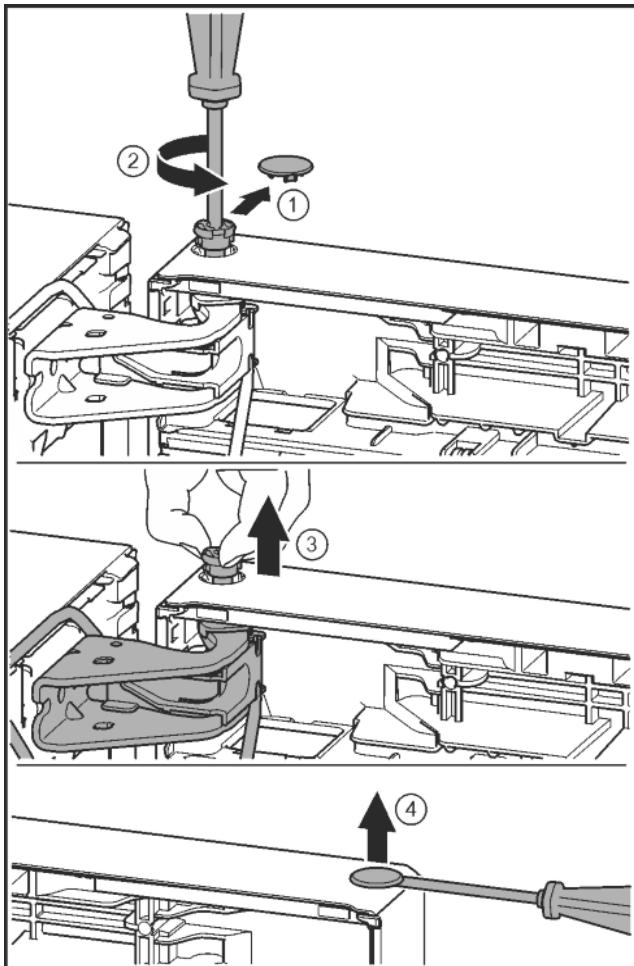

Fig. 23
- Осторожно снять предохранительную крышку. *Fig. 23 (1)*
- Немного выкрутить палец отверткой T15. *Fig. 23 (2)*
- Удерживать дверь и вытянуть палец рукой. *Fig. 23 (3)*
- Осторожно приподнять шлицевой отверткой заглушку из опорной втулки двери и вынуть. *Fig. 23 (4)*